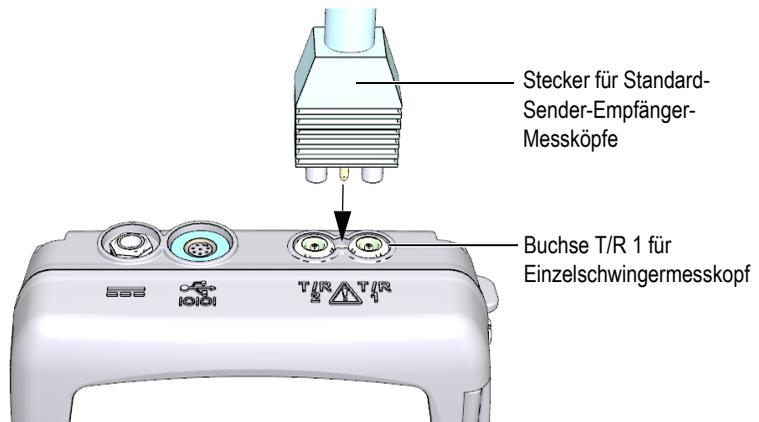

Abbildung 5-1 Verbindung mit dem Messkopf
1. Stecken Sie den Messkopfstecker in die Messkopfbuchse(n) oben am Gehäuse des 38DL PLUS ein (siehe Abbildung 5-1 auf Seite 76). Einzelschwingermessköpfe werden in die Buchse T/R 1 eingesteckt.